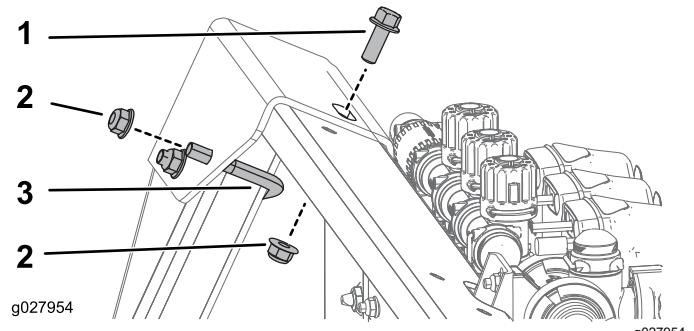

图 10
2. 如 图 10 中所示使用 1 个 U 形螺栓、1 个螺栓  $\frac{3}{8}$  英寸 - 16 x 1 英寸和 3 个凸缘螺母  $\frac{3}{8}$  英寸 - 16 英寸将上支架的背面固定起来。